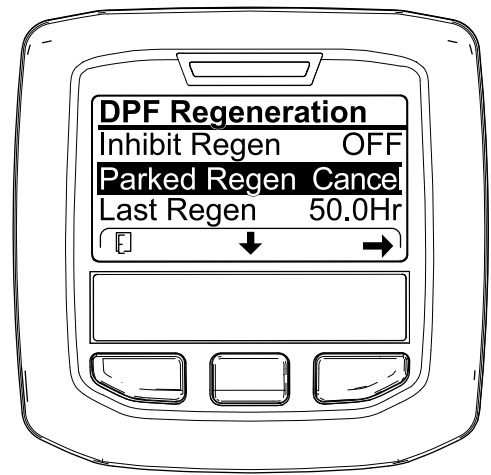
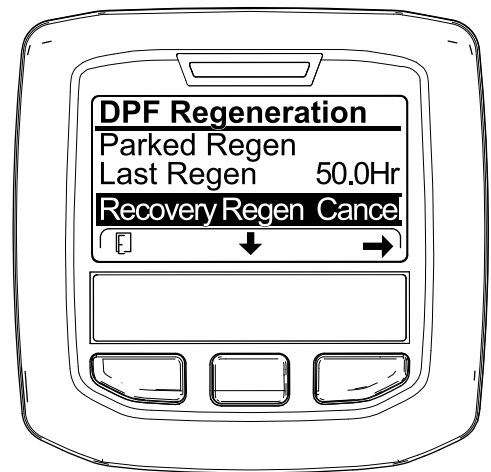

Figura 60
Figura 61
2. Pulse el botón central para desplazarse hacia abajo, hasta la opción PARKED REGEN CANCEL (Cancelación de regeneración con máquina aparcada) (Figura 60) o la opción RECOVERY REGEN CANCEL (Cancelación de regeneración de recuperación) (Figura 61).
1. Acceda al menú DPF Regeneration (Regeneración de DPF) (Figura 60).
3. Pulse el botón derecho para seleccionar la opción Regen Cancel (Cancelación de regeneración) (Figura 60 o Figura 61).